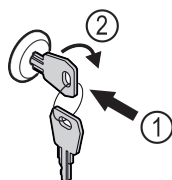

Fig. 145 Représentation à titre d'exemple
- Insérer la clé Fig. 145 (1).
- Tourner la clé à 90° dans le sens horaire Fig. 145 (2).